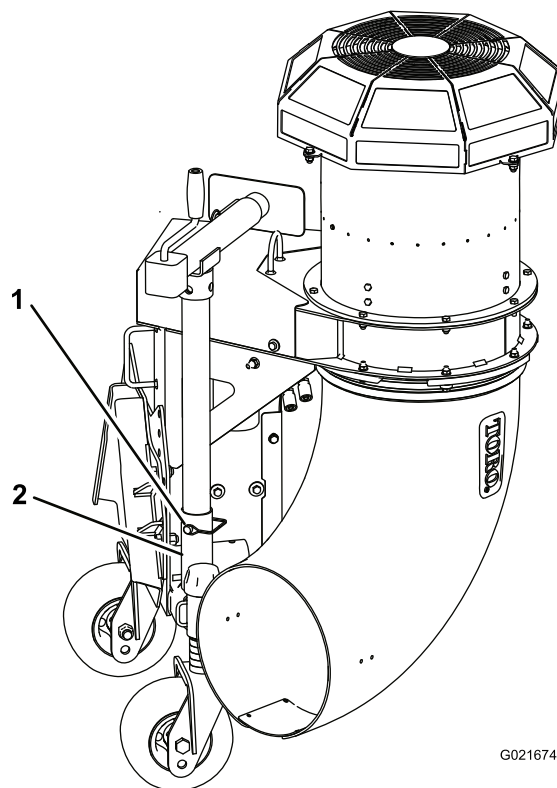

図 5
5. ジャッキスタンドのチューブを保管チューブに固定しているスナップピンを外す（図 5）。保管位置からジャッキアセンブリを外す。